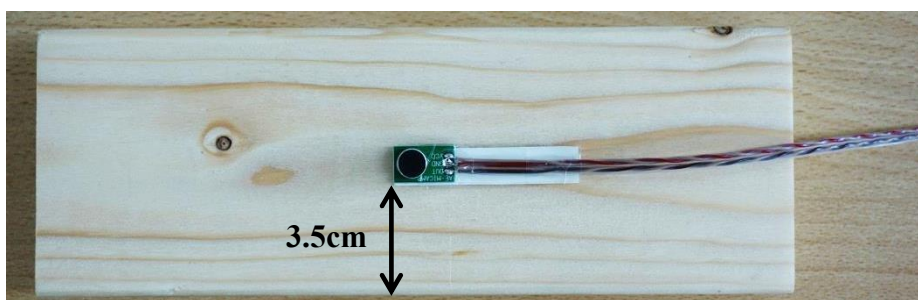

図 2-1 マイクの取り付け
- ② 図 2-1 のように、板 B (38 mm×89 mm×250 mm) の中央部付近、長辺から 3.5 cm の位置にマイクを両面テープ (または粘着テープ) で取り付ける。実験課題 1 の【準備】②に記されているように、マイクのリード線の赤端子を CH1 のプローブのフックに、黒端子を CH1 のプローブのワニ口クリップに接続し、電池ボックスのスライドスイッチを ON にする。